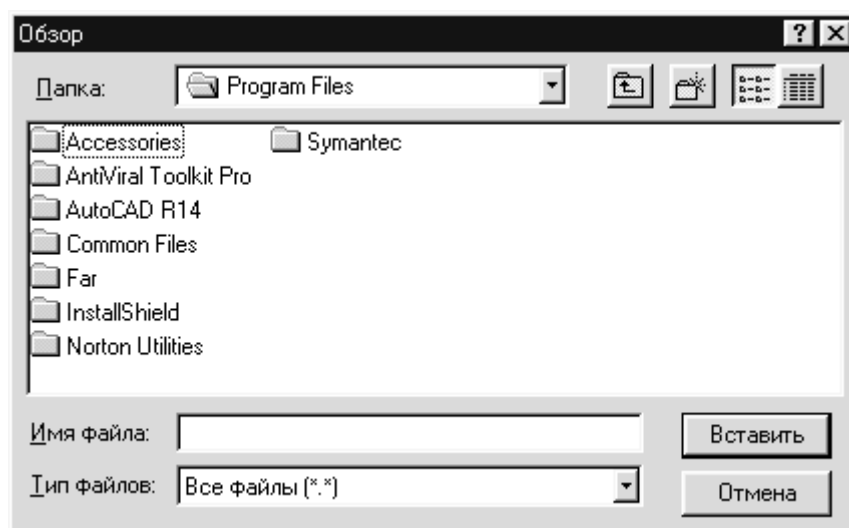

Рис. 89. Диалоговое окно выбора файла для связи с OLE-объектом
- ✧ Нажмите кнопку [Обзор...], чтобы открыть диалоговое окно “Обзор” (рис. 89).